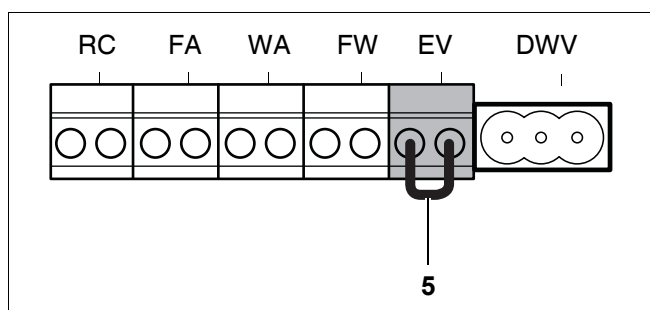

Bild 36 Uttagsplint – extern brytkontakt, potentialfri för t.ex. golvvärme (anslutningsfärg röd)
- Ta bort bygeln på klämman EV (bild 36, pos. 5).
- Anslut den externa kopplingskontakten till den röda klämman EV (bild 36, pos. 5).